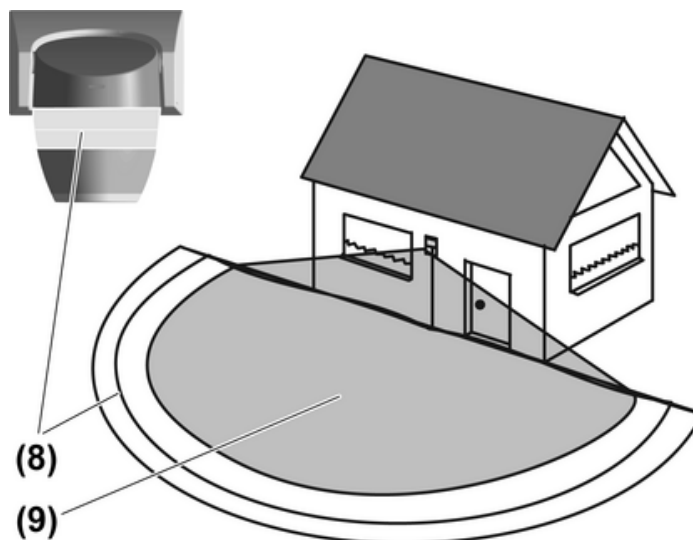

Figure 9: Masquer la zone éloignée
- Coller les deux segments de cache supérieurs de droite et de gauche sur la fenêtre du capteur (figure 9).